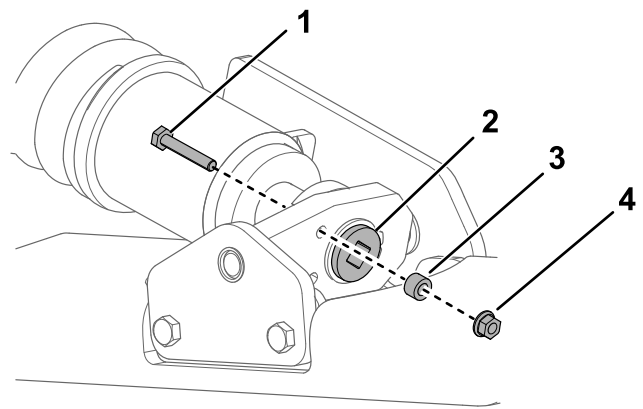
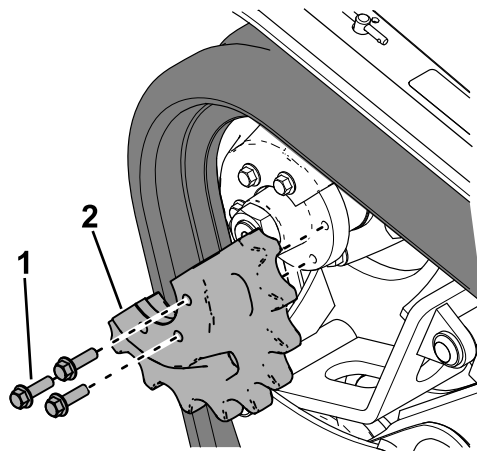

Figura 25
**Figura 27**
4. Retire el perno de bloqueo, el espaciador y la tuerca (Figura 25).
6. Alinee la muesca más próxima del tornillo tensor con el taladro del perno de bloqueo, y fije el tornillo con el perno de bloqueo y la tuerca (Figura 25).
7. Retire el perno de bloqueo, el espaciador y la tuerca (Figura 25).
8. Usando una llave de carraca de 1/2", alivie la tensión en la oruga girando el tornillo tensor en sentido horario (Figura 25 y Figura 27).
1. Coloque la nueva oruga alrededor de la rueda delantera y, a continuación, coloque la oruga alrededor del cubo de la transmisión en el lateral sin el piñón (Figura 27).
2. Presione la oruga debajo y entre las ruedas de rodaje y colóquela alrededor del bastidor inferior (Figura 27).